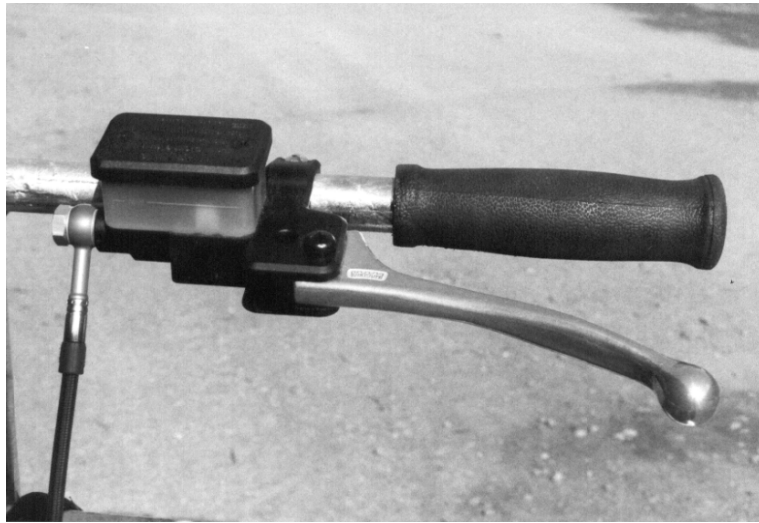

Abb.6 Hydraulikhebel figure 6 hydraulic brake lever
5. Den Stift (Abb.6) von der Radseite her mit einem Kunststoffhammer austreiben.
5. Drive out the pin (figure 6) with a plastic hammer from the side of the wheel.